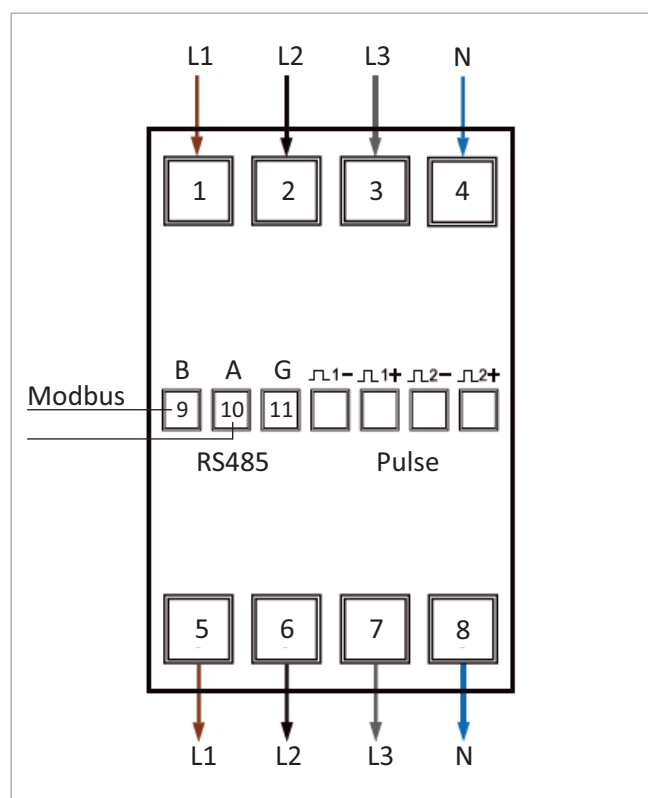

Abb. 9: Anschlussklemmen Leistungsmesser Lumel NMID30-2
3. SolvisTom 9 kW und den Leistungsmesser über Modbus verbinden (siehe → Abb. 9). Am Leistungsmesser die Kontakte 9 (Modbus B) und 10 (Modbus A) belegen. Diese Busleitung kann mit handelsüblicher zwei-adrigter Leitung verlängert werden.